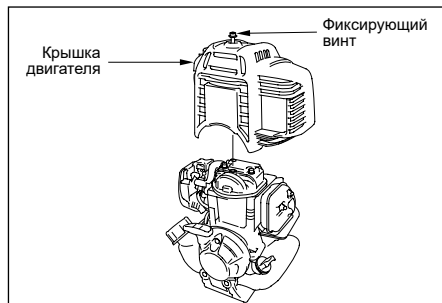

Рис. 18
1. Свеча зажигания расположена под пластиковым корпусом двигателя. Для доступа в сервисный отсек открутите винт и снимите корпус двигателя (рис. 18).